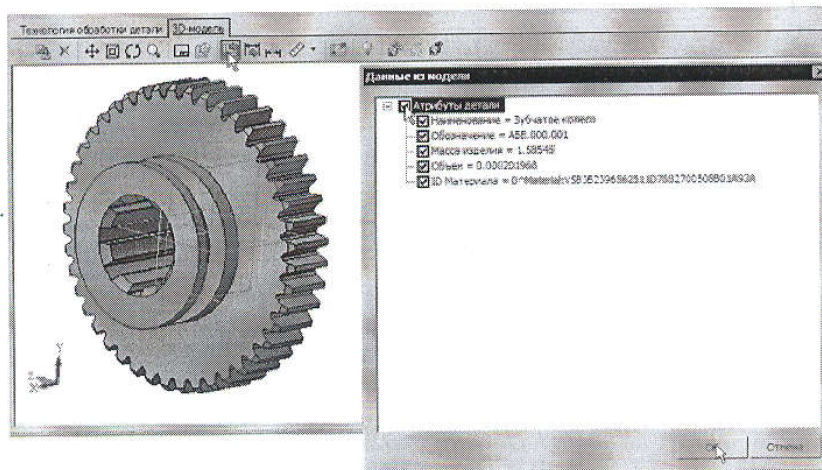

Рисунок 9
6. Нажмите кнопку **Получить данные с модели**. Поставьте галочку в ячейке **Атрибуты детали** и нажмите **ОК** (рис. 9). Если какой-либо атрибут не нужен, достаточно снять галочку в соответствующей ячейке.